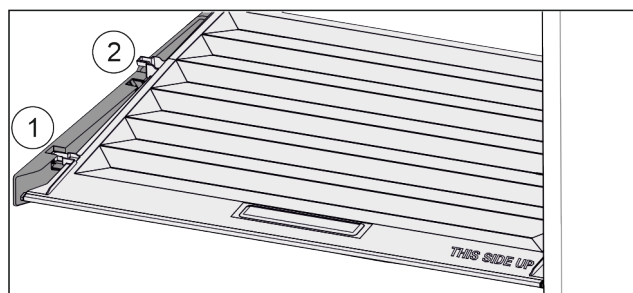

Fig. 101
- ▶ Vytáhněte víko dopředu až k otvoru v přídržných dílech Fig. 101 (1).
- ▶ Vzadu zesponu nadzvedněte a vyjměte směrem nahoru Fig. 101 (2).